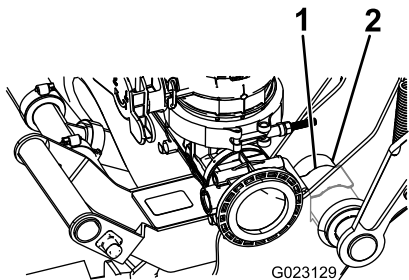

Figura 18
- Empurre até que o grampo encaixe sobre a caixa articulada como se mostra em Figura 18.